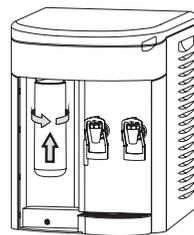

Fig. 11
- Substituir por um novo Refil “Girou, Trocou” no produto, encaixá-lo para cima e girar para a direita para conectar no produto (Fig.11).
- Após a troca do refil repetir o procedimento do item 6.